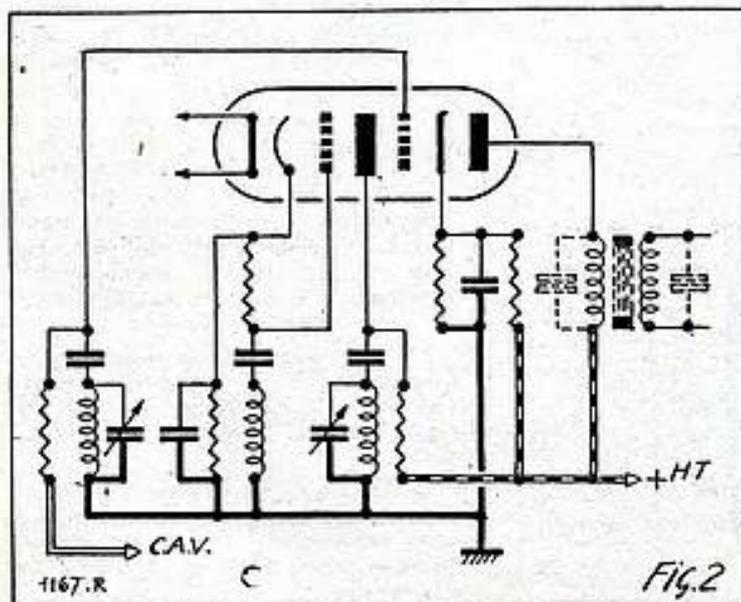

Fig. 2. — Changement de fréquence à une lampe.
Voilà qui suffit pour la compréhension ; en présentant la figure 2, réplique de la précédente, on peut voir un ensemble avec son inertie (L) et son élasticité (C) électrique, ne deman-